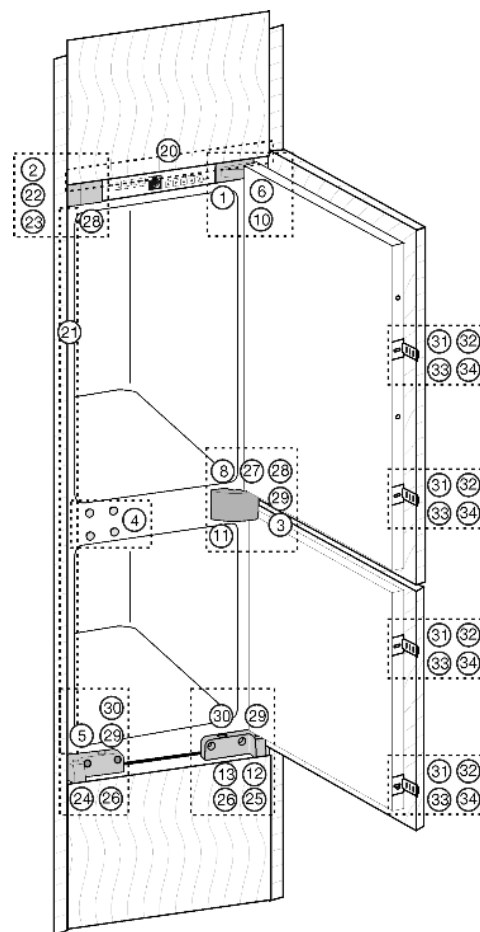
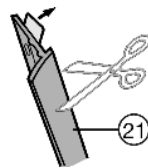
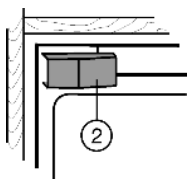

Fig. 6
Fig. 9
Fig. 10
- ▶ Наклейте облицовочную планку *Fig. 9 (21)* со стороны ручки заподлицо с лицевой стороной на боковую стенку устройства: снимите защитную пленку и наклейте облицовочную планку.
- ▶ При необходимости укоротите декоративную планку *Fig. 9 (21)* по высоте ниши.
- ▶ Установите декоративную планку *Fig. 9 (21)* точно под крепежным уголком *Fig. 6 (22)*.
- ▶ Снимите крышку *Fig. 10 (2)*. При первом монтаже:
- ▶ Снимите крышку *Fig. 6 (3)* со среднего кронштейна *Fig. 10 (11)*.